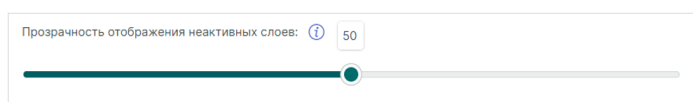

Рис. 68 Настройка прозрачности отображения неактивных слоев
- «Прозрачность отображения неактивных слоев» – прозрачности отображения неактивных слоев, где 0% – полная прозрачность, 100% – полная непрозрачность, см. Рис. 68.